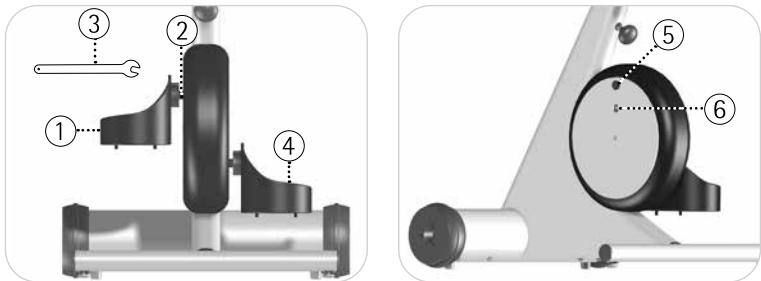

Fig. 5.6, 5.7
Voir Fig. 5.6 Faites attention à bien serrer les vis de palier des deux côtés ②.